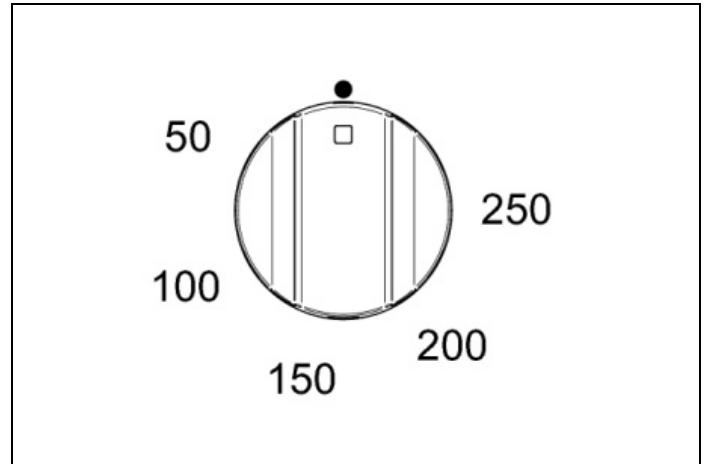
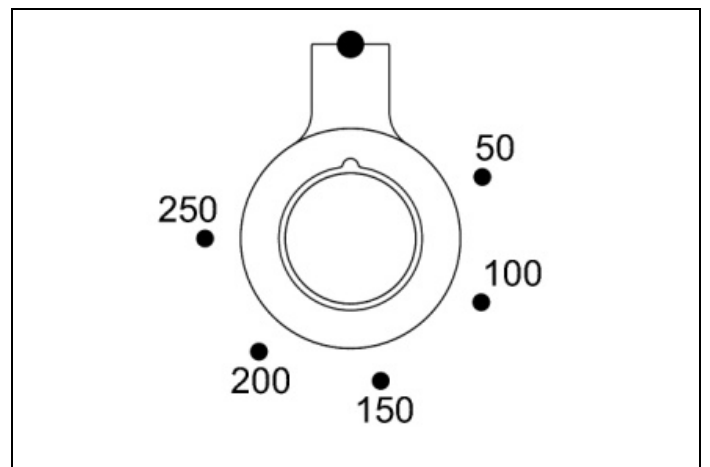
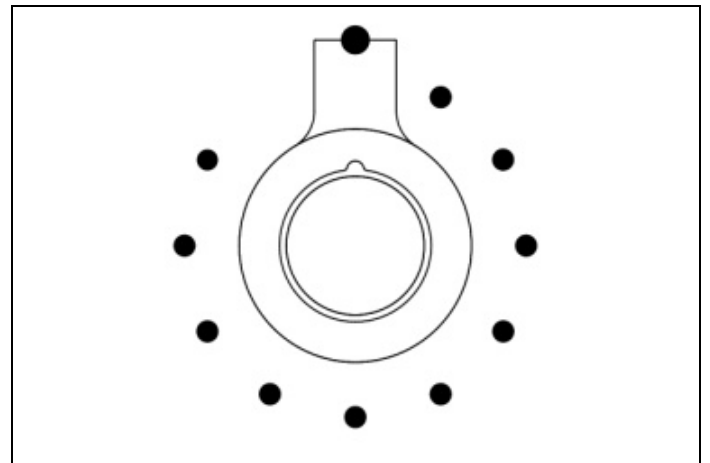

Fig. 25
Fig. 26
Fig. 27
- 2) Vrid temperaturvredet (Fig. 25 - Fig. 26 och Fig. 27 endast PRO T-modellen) medurs för att välja önskad temperatur. Den orange lampan släcks när ugnen har nått den valda temperaturen och är redo att användas. Det är normalt att denna lampa tänds och släcks under tillagningen så att elementen bibehåller en konstant temperatur (ugns drift indikeras av programmeringsdisplayen endast för PRO T-versionen).